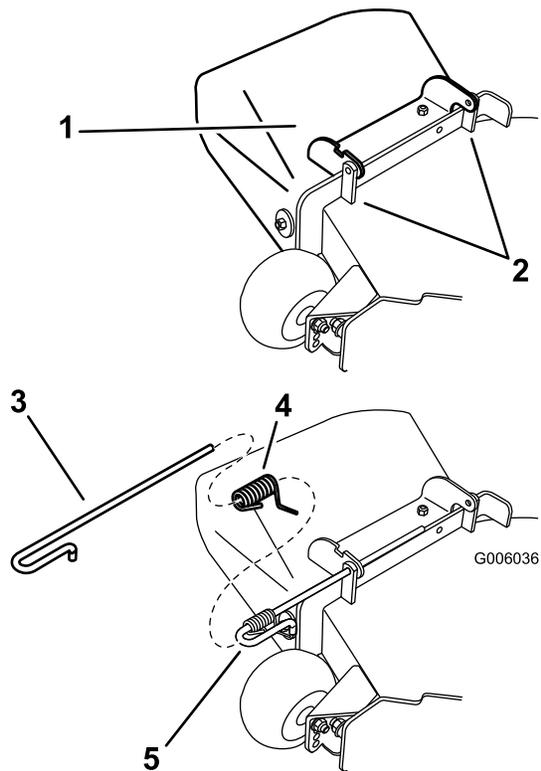

Figure 70
1. Désengagez le ressort du cran dans le support de déflecteur et sortez la tige des supports soudés du tablier, du ressort et de du déflecteur d'éjection (Figure 70). Enlevez le déflecteur s'il est endommagé ou usé.
2. Positionnez le nouvel ensemble déflecteur d'éjection en plaçant les extrémités du support entre les supports soudés du tablier, comme illustré à la Figure 70.